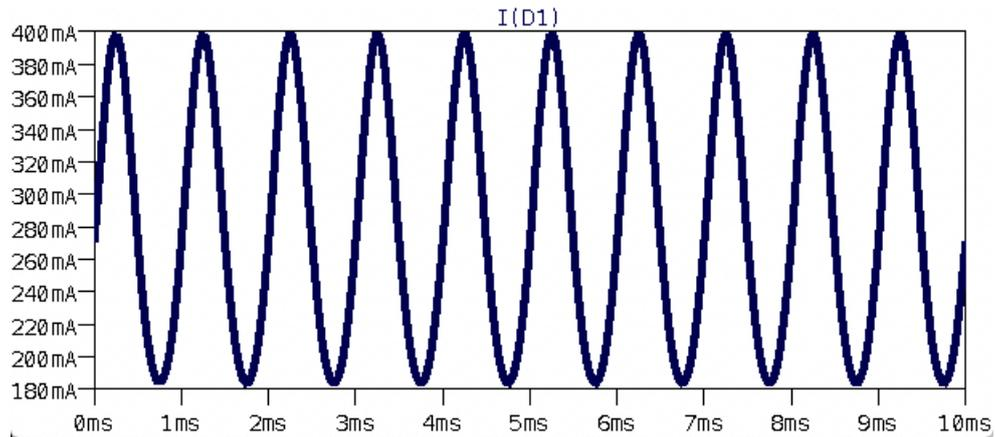

Abbildung 14: Zeitlicher Verlauf $i_D(t)$.
3. Der zeitliche Verlauf des Stroms $i_D(t)$ ist in Abbildung 14 zu sehen. Beim zeitlichen Verlauf des Stroms kann man erahnen, dass hier keine reine Sinusschwingung mehr vorliegt. Außerdem weisen die Ströme an den Extrema eine Abweichung von ca. 10% im Vergleich zu den berechneten Werten auf. Das kann dadurch erklärt werden, dass die Amplitude des Stroms mit 104 mA keine „kleine“ Auslenkung um den Arbeitspunkt mehr ist und dadurch die Beschreibung durch das Kleinsignalmodell zunehmend ungenauer wird.